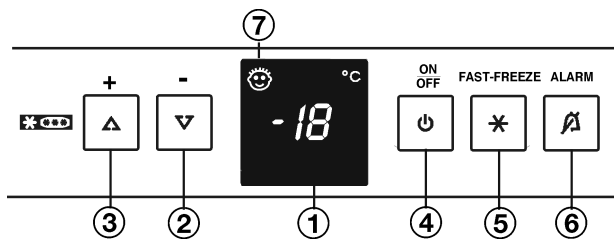

Fig. 2
- Appuyer sur la touche On/Off Fig. 2 (4).
- Activer le mode de réglage : appuyer sur la touche Fast-Freeze Fig. 2 (5) env. 5 secondes.
- Utiliser la touche de réglage "+" Fig. 2 (3) et la touche de réglage "-" Fig. 2 (2) pour sélectionner h.
- Confirmer : appuyer brièvement sur la touche Fast-Freeze Fig. 2 (5).
- Régler l'affichage plus lumineux : appuyer sur la touche de réglage "+" Fig. 2 (3).
- Régler l'affichage plus sombre : appuyer sur la touche de réglage "-" Fig. 2 (2).
- Confirmer : appuyer sur la touche Fast-Freeze Fig. 2 (5).
- Désactiver le mode de réglage : appuyer sur la touche On/Off Fig. 2 (4).